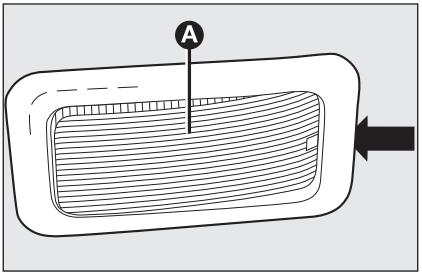

fig. 32
- mediante il cacciavite in dotazione, estrarre la plafoniera **A**-fig. 32 agendo nel punto indicato dalla freccia;